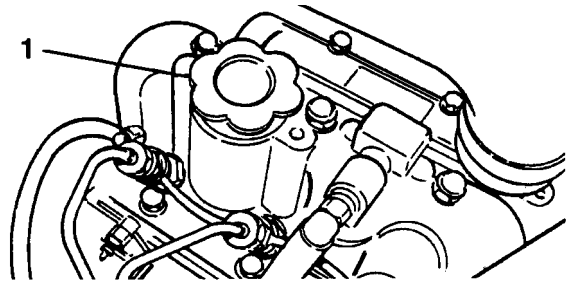

Figure 2
3. Bei niedrigem Ölstand, den Ölfülldeckel (Bild 2) entfernen und langsam geringe Ölmengen einfüllen. Den Ölstand häufiger kontrollieren, bis er die VOLL-Markierung am Meßstab erreicht.